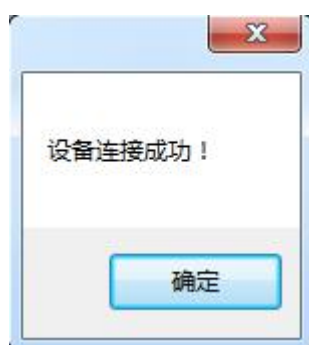

图 3.1.14 连接成功提示
(2) 点击【确定】后，如果软件的设备类型与要连接的 LSPDM 型安全激光扫描仪类型相同，则弹框提示连接成功，如图 3.1.14，扫描仪连接成功，扫描仪指示灯窗口数码管显示 6；